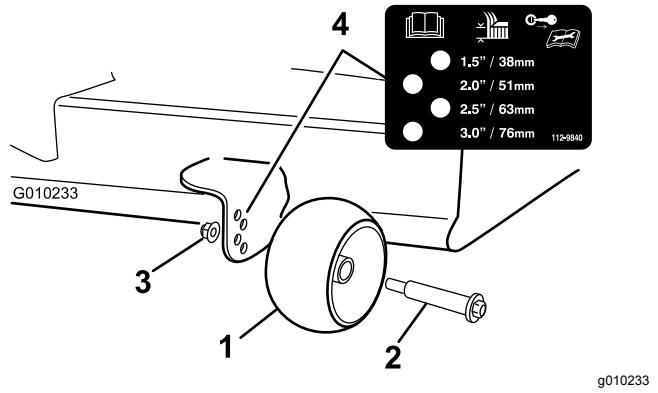

Bild 30
3. Stellen Sie die Antiskalpierrollen so ein, dass sie der nächsten Schnitthöheneinstellung entsprechen (**Bild 30**).